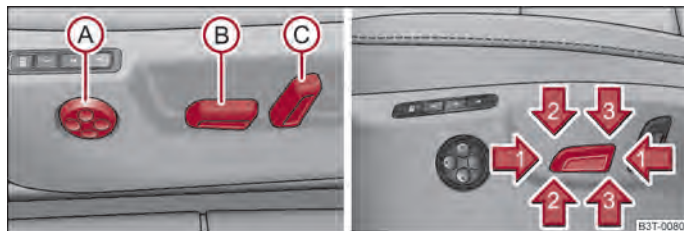

Fig. 57 Vista lateral: Ajustar los elementos de manejo del asiento/conmutador de ajuste de asiento
- Presionar el conmutador ③ ⇒ fig. 57 hacia delante o bien hacia atrás en la dirección indicada por la flecha ①.